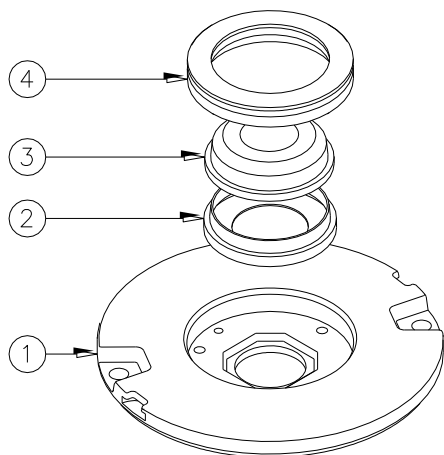

Figura 23 – Sostituzione della lente
- rimuovere la vecchia lente con la guarnizione (Figura 23 – n°2-3), pulire la sede avendo cura di non danneggiare le pareti.
- Posizionare la nuova guarnizione (Figura 23 – n°2) attorno alla lente